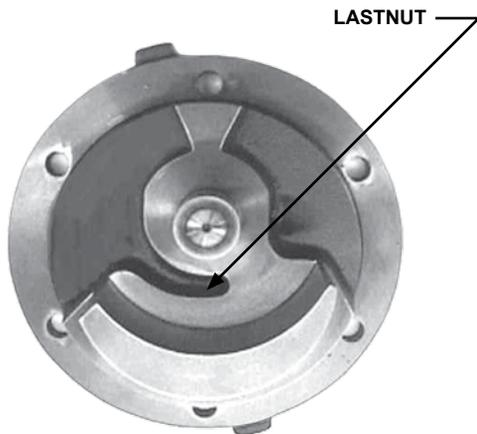

ABBILDUNG 3
Siehe **ABBILDUNG 3**. Viking Pumpen der Serie 4076/4176 sind aufgrund der Lastnut im Kopf für gerichteten Durchfluss ausgelegt. Wenn die Drehrichtung der Pumpe umgekehrt werden soll, müssen Kopf und Bolzen ausgetauscht und das Druckbegrenzungsventil umgedreht werden, damit die Stellschraubenkappe stets in Richtung der Saugseite der Pumpe zeigt. Die Standarddrehung ist, vom Wellenende aus gesehen, im Uhrzeigersinn (rechtsläufig).
8. **PUMPEN DER GRÖSSE KE und KKE:** Das Kugellager mit Schmierfett füllen und in das Lagergehäuse schieben oder drücken. Siehe **ABBILDUNG 3** auf Seite 3.